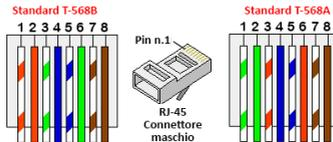

Figura 31: Connettore Ethernet - schema dei pin
I cavi CAT6 sono costituiti da otto fili (quattro doppietti intrecciati), come mostrato nello schema dei pin del connettore Ethernet in *Figura 31*. I colori dei conduttori possono variare da un cavo all'altro. È possibile utilizzare cablaggi standard, a condizione che entrambe le estremità del cavo abbiano la stessa uscita pin e lo stesso colore.
- Inserire gli otto cavi in un connettore RJ45, come mostrato nella *Figura 31*.